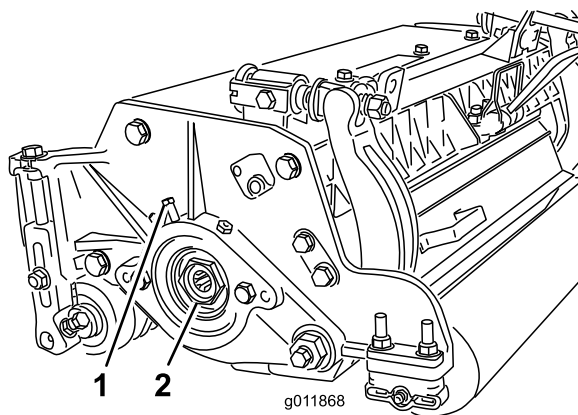

図 27
A. カッティングユニットの左側にあるベアリングハウジングにベアリング調整ナットを固定している固定ネジをゆるめる図 27。